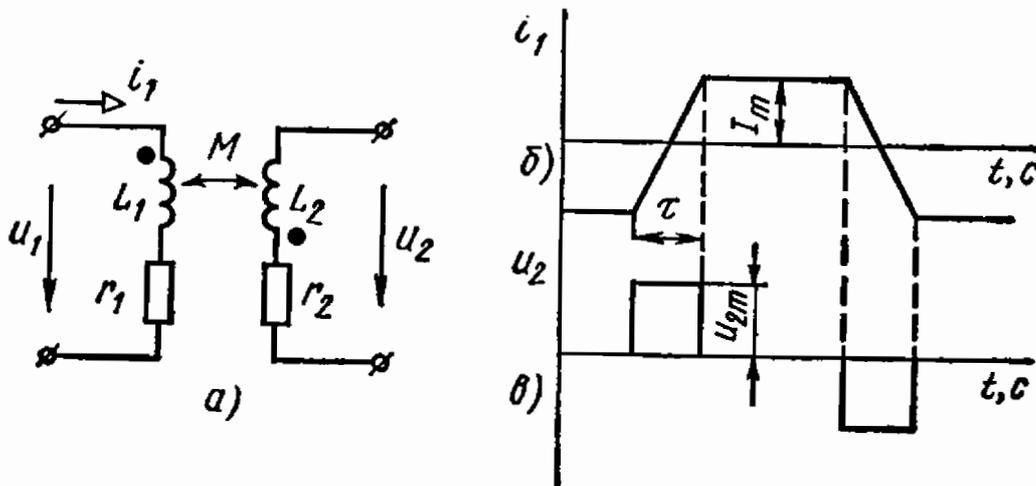

Рис. 5.1
5.1. На рис. 5.1, а изображена схема замещения двух катушек с магнитной связью, а на рис. 5.1, б, в — графики изменения во времени тока i_1 в первой катушке и напряжения u_2 между разомкнутыми выводами второй катушки.